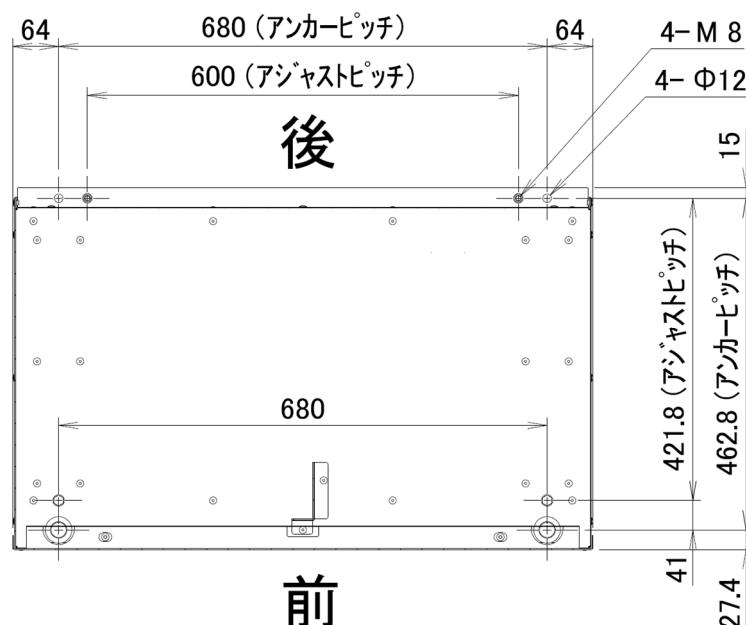

図 4-2
- 機械の据付は、機械自重による床荷重 (650kg/m^2) に充分耐えられる所で、かつ、水平な所であれば、特別な基礎工事の必要はなく、簡易基礎にて水平を出し、4 本のアンカーボルトにて固定するだけで充分です。ただし、特に地盤の弱い所は、機械ベース図（図 4-2）を参照の上基礎工事をしてください。また、機械の据付は水平器を用いて、左右は水平にし、機械の前後方向は機械前側が少し上がり気味になるように据付してください。